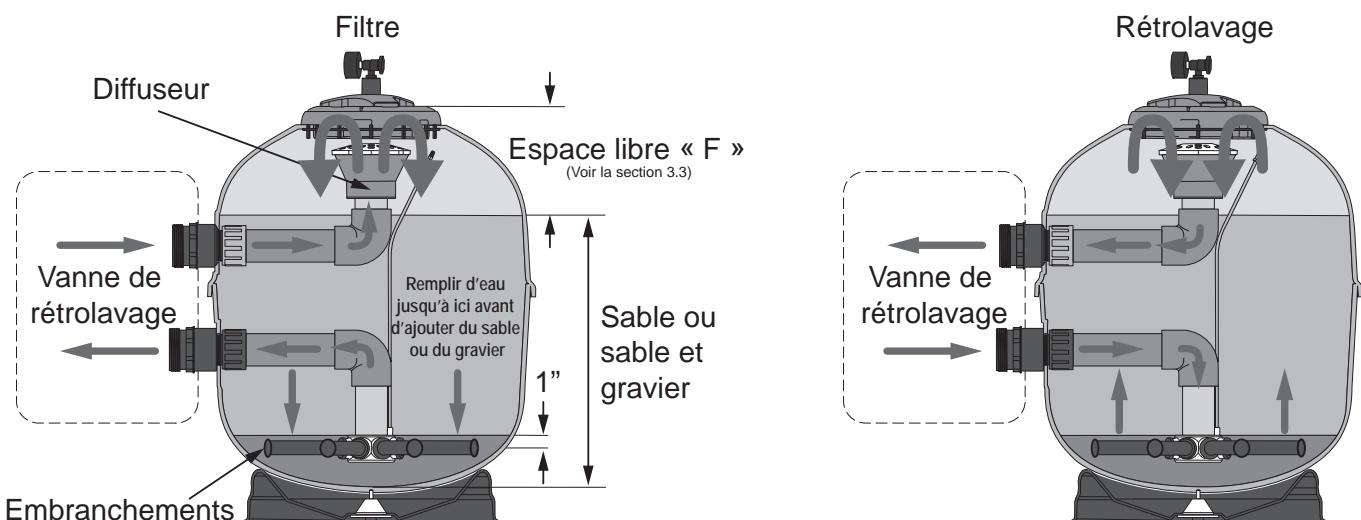

Figure 2. Filtre et fonction de rétrolavage
Les filtres à sable haut débit de Jandy utilisent communément du sable ou du sable sur une fine couche de gravier fin comme matériau de filtration. Voir Figure 2. L'utilisation d'un matériau de filtration autre que le sable est également décrite à la Section 3.3.1.
- Si du gravier est utilisé, il couvrira les embranchements à environ 25 mm (1 po) au-dessus des embranchements. Reportez-vous à la Figure 2.
- Remplissez le filtre jusqu'à moitié avec de l'eau avant de charger le matériau de filtration. Voir Figure 2.